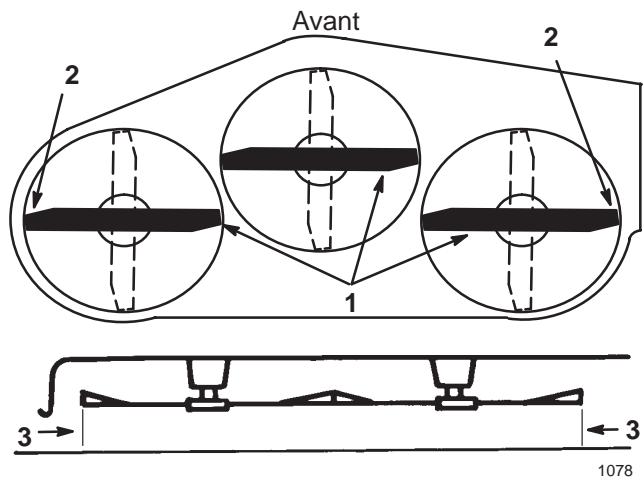

Figure 37
4. Tournez prudemment les lames pour qu'elles soient parallèles dans le sens transversal (Fig. 37). Mesurez la distance entre les tranchants extérieurs et le sol plat (Fig. 37). Si les deux mesures diffèrent de plus de 4,75 mm (3/16"), l'horizontalité transversale doit être réglée (voir les points 5 et 6).